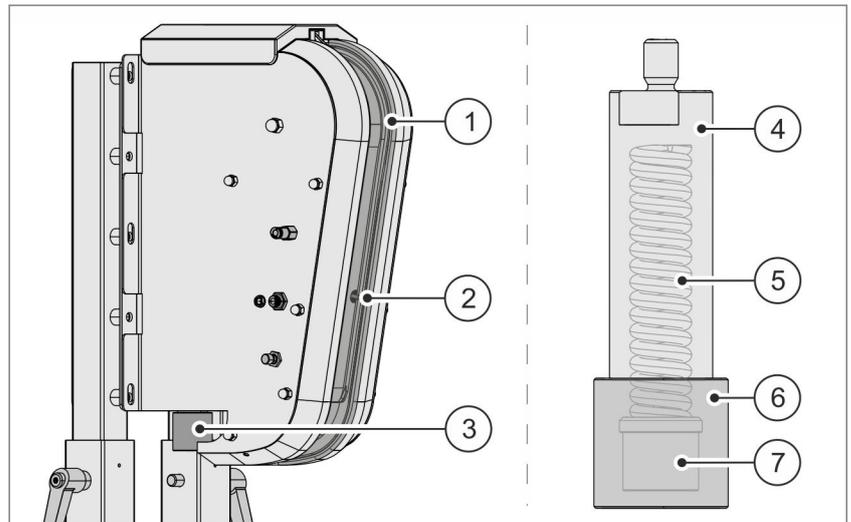

Abb. 12 Verkorkerkopf und Verkorkerstempel
- ① Rutsche
- ② Zylinder
- ③ Verkorkerkopf
- ④ Verkorkerstempel
- ⑤ Feder (innenliegend)
- ⑥ Verkorkerkopf
- ⑦ Kronkorkenhalter (innenliegend)
Über eine Rutsche Abb. 12/① am Verkorker werden die Kronkorken dem Verkorkerkopf Abb. 12/③, ⑥ zugeführt. Ein Zylinder Abb. 12/② sorgt für die Vereinzelung der Kronkorken.
Die Kronkorken werden vom im Verkorkerkopf befindlichen Kronkorkenhalter Abb. 12/⑦ durch Magnete gehalten.
Um die Glasflasche zu verkorken, fährt der Verkorkerstempel Abb. 12/④ nach unten. Der Verkorkerkopf positioniert den Kronkorken auf dem Flaschenmund und presst ihn fest.